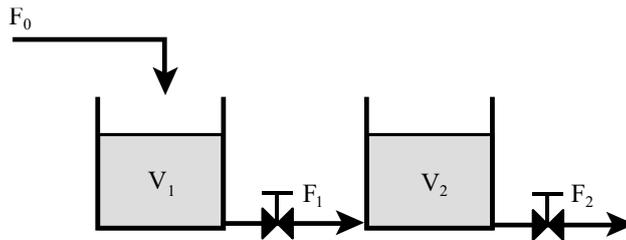

Figura 2: Tanques en serie interactiva.
- Repita las actividades del punto anterior, pero esta vez considere que los tanques están en serie interactiva (Figura 2).